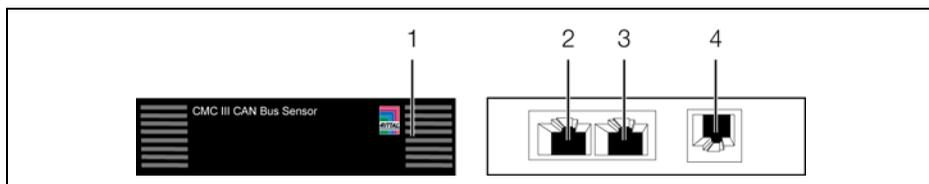

Рис. 3: Элементы индикации, штекеры и разъемы
Элементы управления и индикации показаны на рис. 3.
#### Обозначения на рис. 3
- Следующие датчики CMC II могут быть подключены к соответствующему порту (рис. 3, поз. 4).
- Соедините датчик CAN-Bus кабелем CAN-Bus с CMC III PU или соседними элементами в шине CAN-Bus (рис. 3, поз. 2, 3).